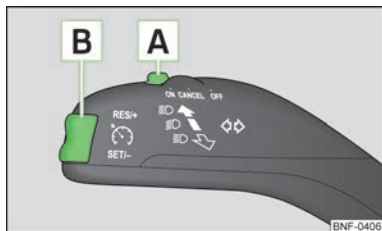

Fig. 68
- Apăsați comutatorul **A** » fig. 68 în poziția **ON**.
- Apăsați butonul basculant **B** » fig. 68 la pagina 64 în poziția **RES**.
- Viteza memorată se poate **reduce** prin apăsarea butonului basculant **B** » fig. 68 la pagina 64 în poziția **SET**.
Sistemul de menținere automată a vitezei de deplasare se **dezactivează temporar** prin apăsarea comutatorului **A** » fig. 68 la pagina 64 » pagina 64 în poziția **CANCEL** respectiv prin apăsarea pedalei de frână sau de ambreiaj.
» Apăsați comutatorul **A** » fig. 68 la pagina 64 » pagina 64 în poziția **OFF**.